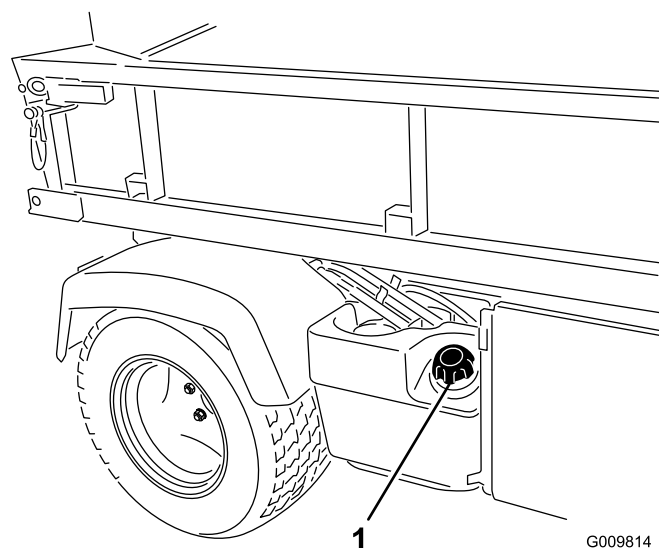

Figure 18
2. Enlevez le bouchon du réservoir de carburant (Figure 18).